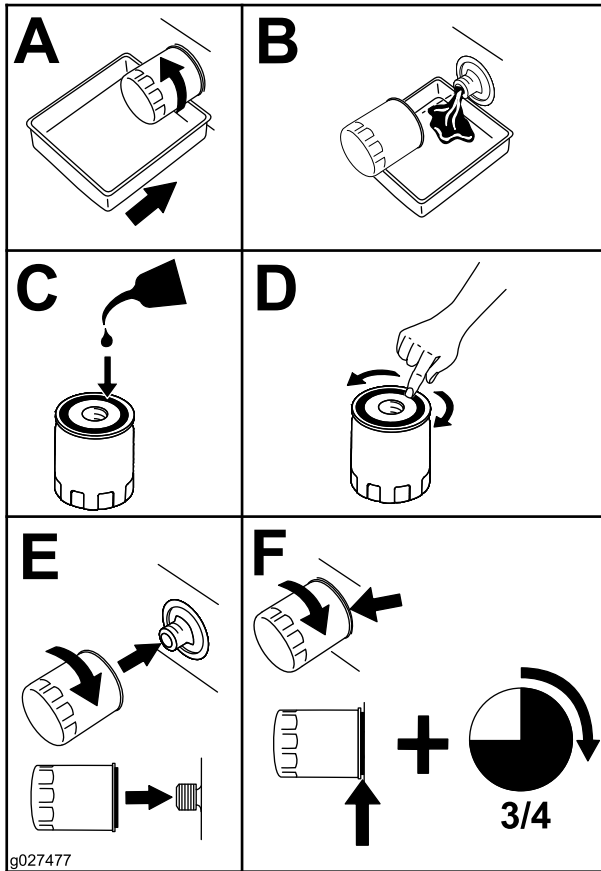

Figura 31
5. Togliete il filtro dell'olio del motore (Figura 31)